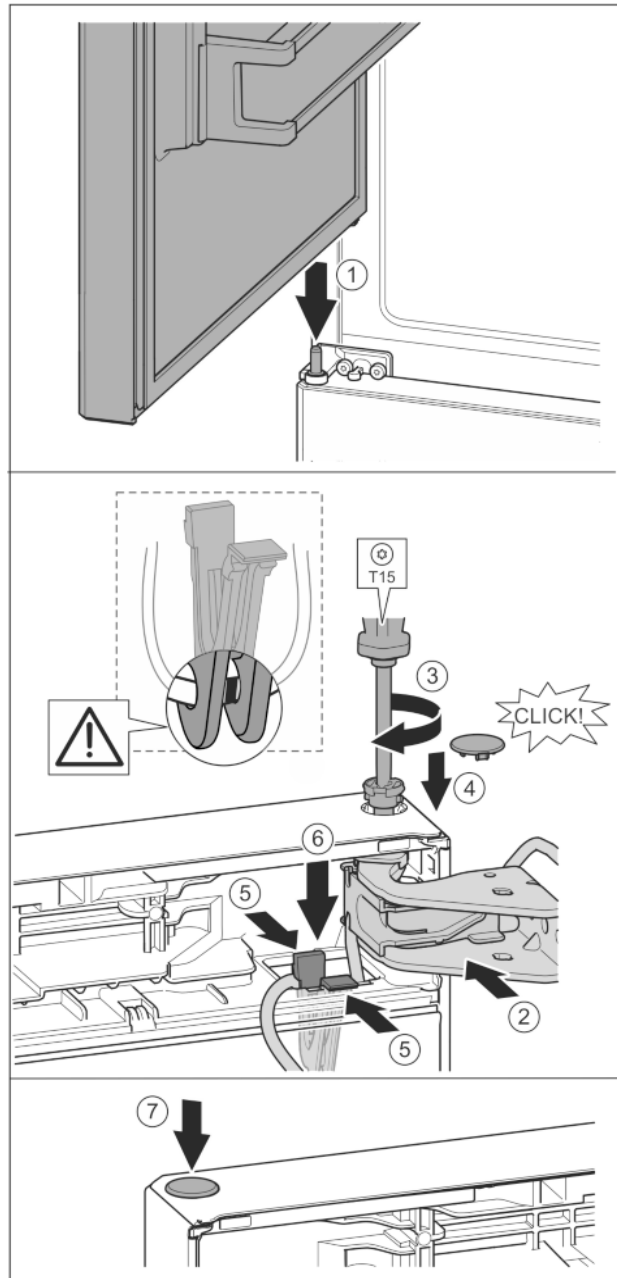

Fig. 39
- ▶ Horní dveře usadte na prostředním ložiskovém čepu Fig. 39 (1)
- ▶ Dveře nahoře vyrovnejte s otvorem ve stojanu ložiska. Fig. 39 (2)
- ▶ Vložte čep a pevně jej utáhněte šroubovákem T15. Fig. 39 (3)
- ▶ K zajištění dveří namontujte bezpečnostní kryt: Bezpečnostní kryt nasadte a zkontrolujte, zda přiléhá na dveře. V opačném případě čep zcela zasuňte. Fig. 39 (4)
- ▶ Držák s upevněným kabelem vložte do otvoru. *Fig. 39 (5)*
- ▶ Tlačte držák dolů, až lamela zapadne. *Fig. 39 (6)*
- ▶ Vložte zátku. *Fig. 39 (7)*